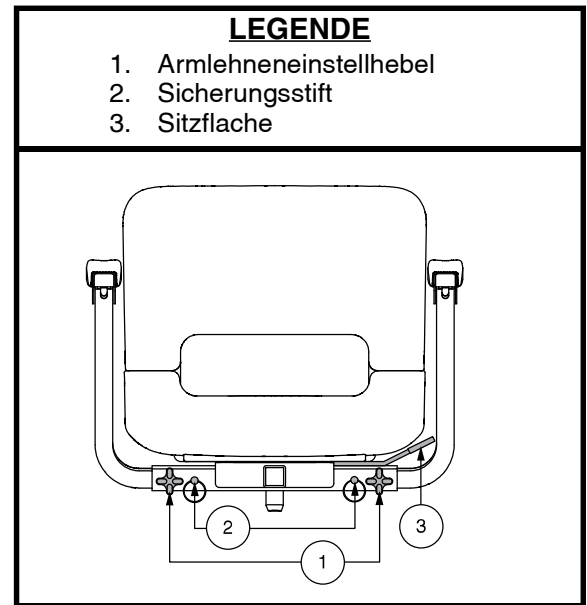

Abb. 28. Sitzeinstellungen
Der Hebel zur Verstellung der Sitzrotation befindet sich an der rechten Seite des Sitzrahmens und fixiert den Sitz in den unterschiedlichen Positionen. **Siehe Abb. 28.**
1. Lösen Sie die Armlehneinstellhebel. **Siehe Abb. 28.**